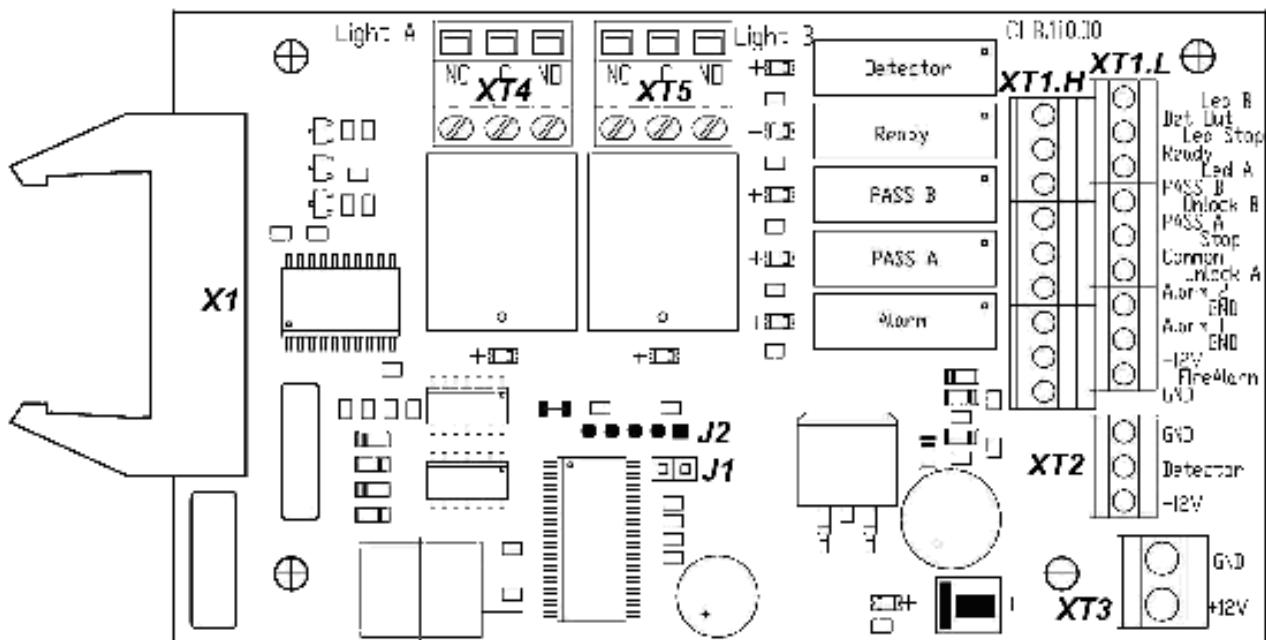

Рисунок 4. Внешний вид платы CLB
ПДУ подключается к плате CLB гибким многожильным кабелем (13) через клеммную колодку **XT1.L** (см. рис. 4).
Внутри стойки под левой внешней стенкой (2) установлена плата управления турникетом CLB. К ней подключаются: ПДУ, выходы контроллера СКУД, устройство РУ, ДКЗП, устройство аварийной разблокировки турникета *Fire Alarm* (далее – *устройство Fire Alarm*). Подключение внешних устройств производится в соответствии со схемой электрических соединений турникета (см. рис. 4 и 13).
На плате CLB (см. рис. 4) расположены:
Выбор режима управления осуществляется снятием / установкой перемычки на разъеме *J1* платы управления. Расположение разъема *J1* показано на рис. 4 При поставке перемычка установленна, что соответствует импульсному режиму управления турникетом. Для перехода в потенциальный режим управления снимите перемычку. Изменение режима управления произойдет после включения турникета.
ПДУ подключается гибким многожильным кабелем к контактам *Unlock A*, *Stop*, *Unlock B*, *Led A*, *Led Stop*, *Led B* и *GND* клеммной колодки **XT1.L** платы управления (см. рис. 4 и 13).
Подключение устройства *Fire Alarm* производится к клеммной колодке **XT1.L** платы управления согласно схеме электрических соединений (см. рис. 4 и 13). Если вход *Fire Alarm* не используется, то необходимо установить перемычку между контактами *Fire Alarm* и *GND*. При поставке данная перемычка установлена.
Факт подачи напряжения на обмотку реле можно определить по загоранию соответствующего красного светодиода, установленного на плате управления вблизи соответствующего реле (см. рис. 4).